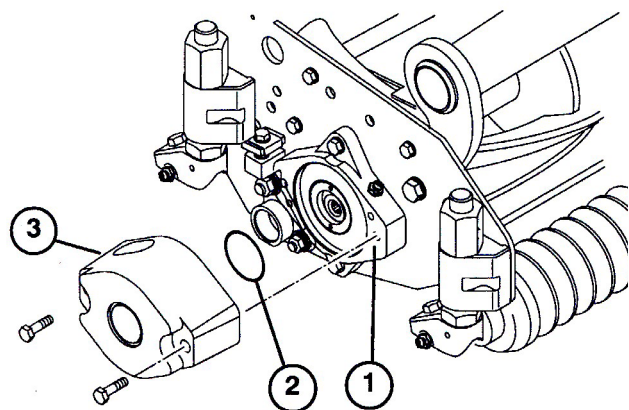

図 7
3. 大きなOリングにグリスを塗り、カッティングユニット両側のベアリングハウジングの溝にそれぞれ取り付ける (図7と10)。
4. 付属のキャップスクリューを使って、各カッティングユニットにカウンタウェイトを取り付ける (図7)。